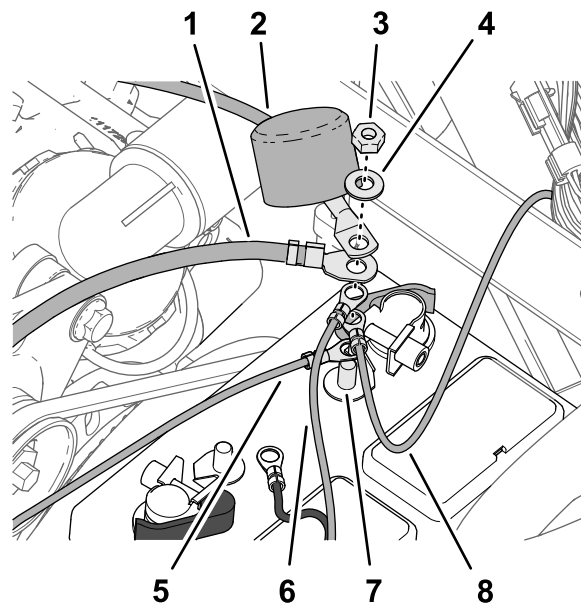

Figura 211
2. Montate i seguenti terminali di fili e cavi sul polo filettato del terminale positivo della batteria (**Figura 211**) nell'ordine seguente:
4. Allineate la copertura isolante del cavo positivo della batteria fino allo starter sul polo filettato (**Figura 211**).